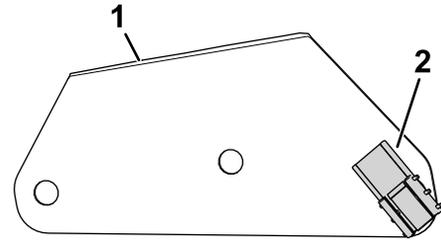

Figura 3
1. Fije el conector de clip en el soporte del arnés (Figura 3).